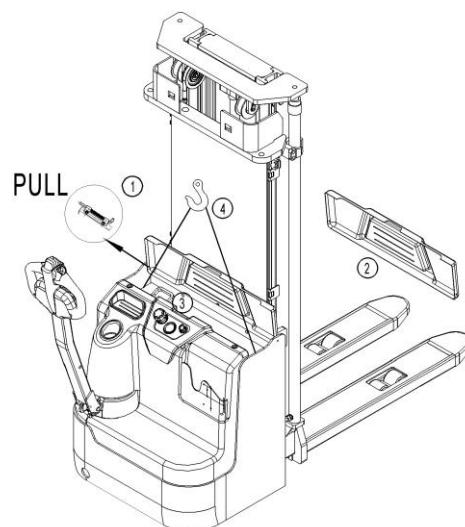

Рис. 17: Замена АКБ
Припарковать штабелер в безопасной зоне, выключить при помощи замкового выключателя (8), затем нажать аварийную кнопку (6). Открыть крышку аккумуляторного отсека, вытяните петлю, снимите крышку. Открутите фиксирующую пластину, отсоединить клеммы (Рис.17) и аккуратно вытащить аккумулятор при помощи крана. Операция по установке аккумулятора происходит в обратном порядке. Первыми подсоединить положительные клеммы. В противном случае оборудование может быть повреждено.